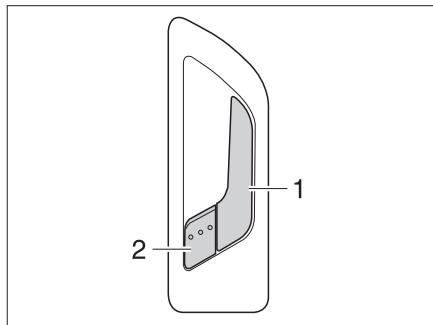

Fig. 47 Serratura della porta di ingresso,
- Tirare la maniglia (Fig. 47,1). La serratura della porta si sblocca. La leva di sicurezza (Fig. 47,2) scatta automaticamente all'infuori.
- Premere la leva di sicurezza (Fig. 47,2).